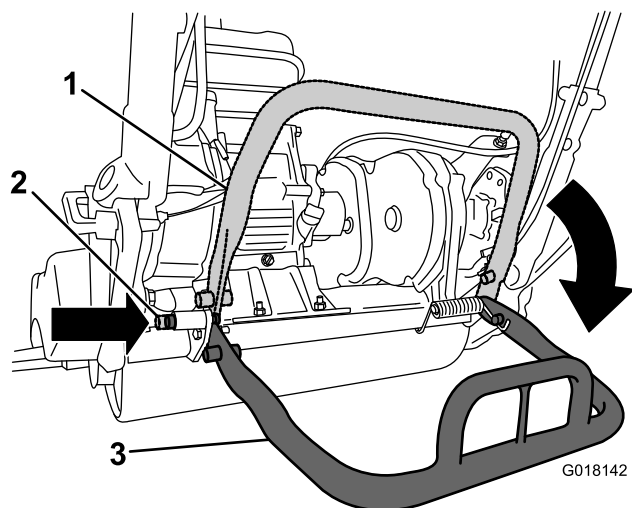

図 3
2. キックスタンドを下げ、ロッキングピンを差し込んでキックスタンドを整備位置に固定する 図 3。